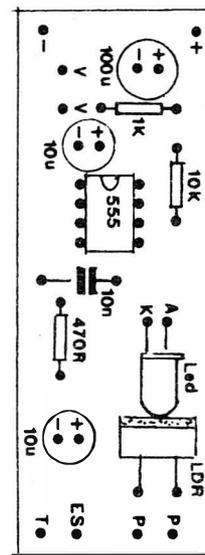

Fig.3
- **FIG. 3 - CHAPEADO DA MONTAGEM** - O lado *não cobreado* da placa (oposto ao mostrado na figura anterior...) traz agora a estilização adotada por **APE** para perfeita informação visual ao montador... É só seguir tudo com atenção, que *não tem furo*... Os códigos, valores, polaridades e outras identificações importantes dos componentes estão todos devidamente detalhados... Alguns dos componentes são *polarizados*, devendo suas posições relativas serem rigorosamente respeitadas... É o caso do 555, que deve ficar com sua extremidade marcada virada para o lado em que está o capacitor eletrolítico de 10u próximo... Falando em eletrolíticos, estes capacitores (todos...) têm suas polaridades de terminais indicadas no *chapeado* e também nos próprios *corpos* dos componentes... O LED também tem terminais polarizados, devendo o caro leitor/hobbysta perceber que o de **catodo** corresponde à *perna* mais curta, além de sair da base do componente junto a um chanfro lateral (mais *papos* sobre a colocação do LED - e também do LDR - mais adiante...). Quanto aos resistores comuns e capacitor de poliéster, o único requisito é reconhecer correta e previamente os seus valores,
A **FIG. 3** mostra o resultado da acomodação dos dois componentes, que deve obedecer a alguns pré-requisitos de montagem... Primeiro, tanto o LED quanto o LDR, devem ser posicionados na placa (com seus terminais inseridos nos respectivos furos/ilhas...) de modo que o topo dos componentes situe-se cerca de 2,0 ou 2,5 cm da superfície do impresso, alinhando-se as cabeças dos componentes... Depois de soldados os terminais, ambas as peças devem ser forçadas, para que suas *pernas* sofram uma dobra em ângulo reto, resultando numa confrontação conforme sugere o diagrama (**FIG. 3**). O importante é que, no final do processo, o LED *aponte* a sua emissão luminosa diretamente em direção ao LDR (e que este, obviamente, fique *olhando* o LED...).